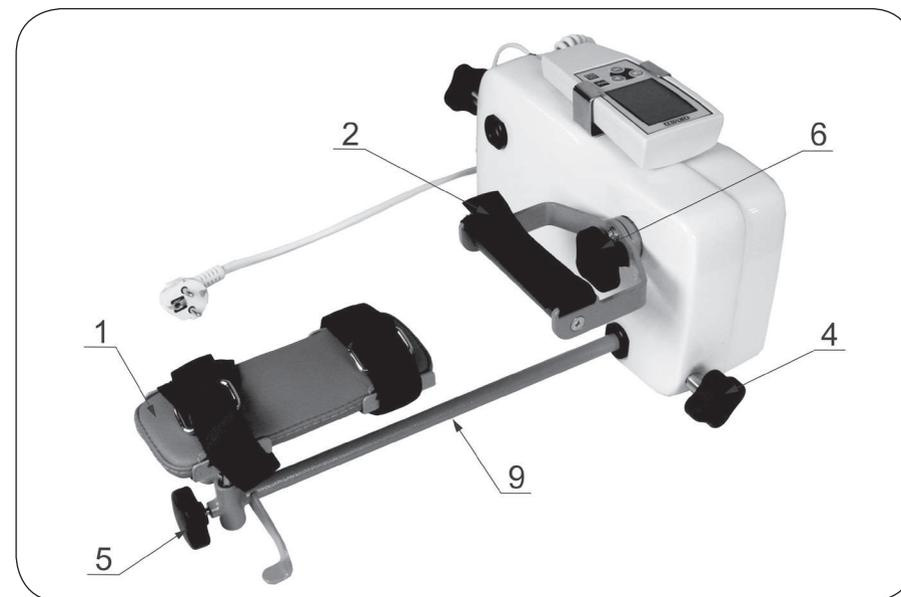

Рисунок 7.3 – Настройка Аппарата для процедуры пронации/супинации
1. Для выполнения процедуры сгибания/разгибания необходимо: установить водило сгибания/разгибания (11) на ось мотора и зафиксировать фиксатором (6). Ручку для сгибания/разгибания (10) установить вертикально в водиле (11). Лоток предплечья (1) отрегулировать по высоте так, чтобы ось предплечья совпадала с осью ручки для сгибания/разгибания (10) и зафиксировать фиксатором (8). Закрепить предплечье с помощью ленты-липучки так, чтобы ось сгибания кисти совпала с осью мотора, зафиксировать ручку (10) с помощью фиксатора (12). Кисть руки на ручке (10) закрепить с помощью ленты-липучки. Внешний вид аппарата в режиме сгибания/разгибания приведен на рис.(7.1).
2. Для выполнения процедуры девиации необходимо: установить ручку для сгибания/разгибания и девиации (10) в горизонтальное положение. Остальные положения исполнительных механизмов идентичны настройке аппарата для сгибания/разгибания см.рис.(7.1). Внешний вид аппарата в режиме девиация приведен на рис.(7.2).
3. Для выполнения процедуры пронации/супинации необходимо: установить ручку пронации/супинации (2) на ось редуктора и зафиксировать фиксатором (6). Установить стойку для пронации/супинации (9) и зафиксировать фиксатором (4). Отрегулировать по высоте лоток предплечья (1) так, чтобы ось предплечья совпадала с осью мотора, зафиксировать фиксатором (5). Закрепить кисть и предплечье с помощью ленты-липучки. Внешний вид аппарата в режиме пронации/супинации приведен на рис. 7.3.